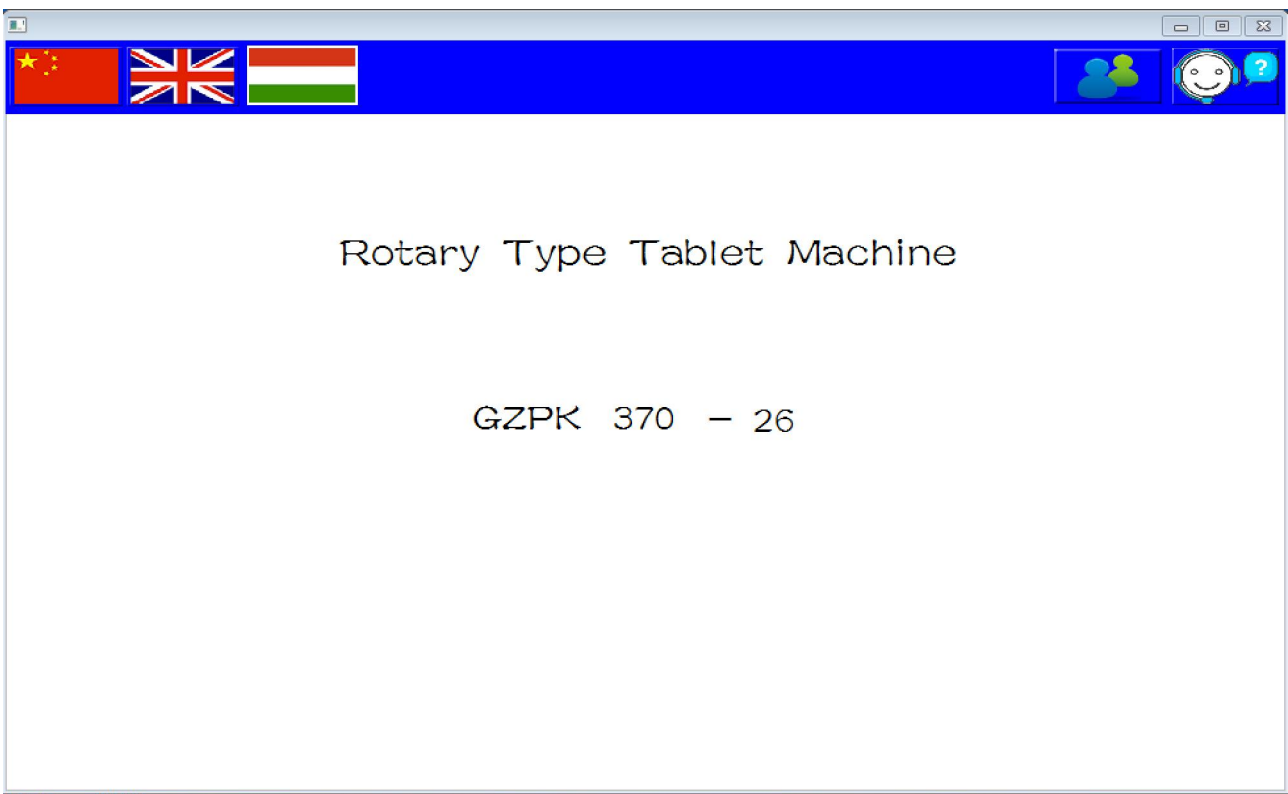
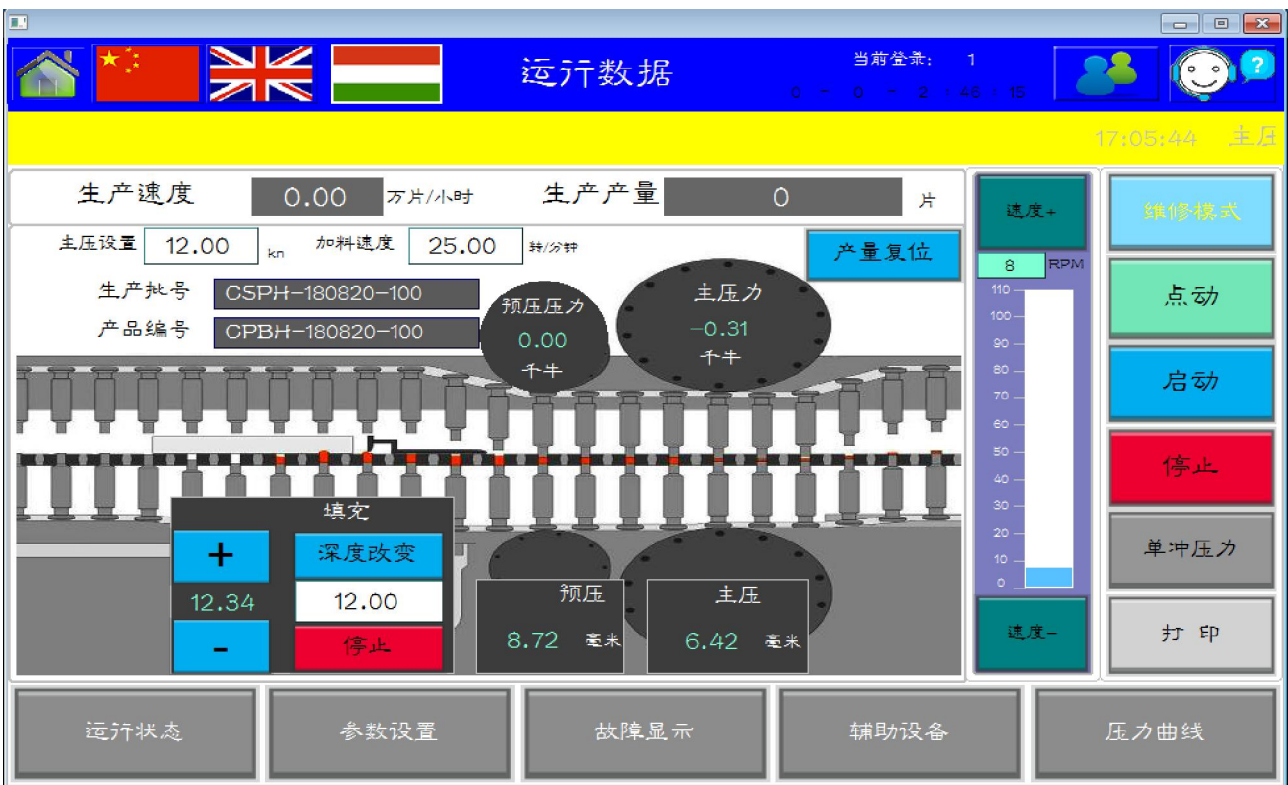
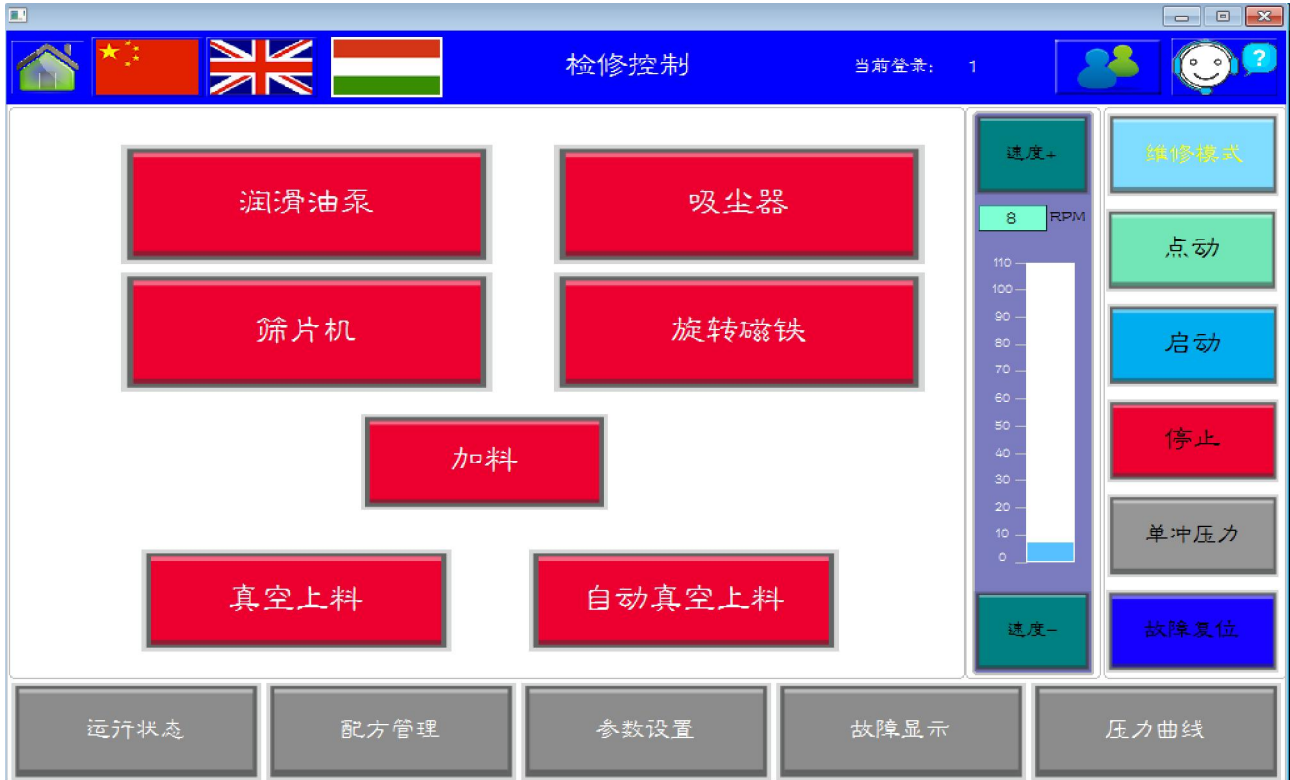

图 1
图 2
图 3
- 2.1.4 触摸屏显示开机画面首页（图 1），在该页面下，输入登录 ID 及密码，点击空白处，进入主机操作画面（图 2）；
2.1.5 点击主机操作画面（图 2）下排的“辅助设备”，进入辅助设备操作画面（图 3）；
2.1.10 打开辅助设备后，点击画面左下角的“运行状态”进入主画面（图 2）。
2.2.1 按下画面下方的“运行监控”按钮，记下主界面（图 1）上的主压力显示的压力值；按下画面下方的“参数设置”，在参数设置画面（图 4）中的“设置压力”处输入主画面上显示的压力值，根据实际情况，设定参数设置画面的其他压力值。
2.2.2 检修模式下在辅助设备（图 3）手动上料，直至料位传感器提示灯亮起；